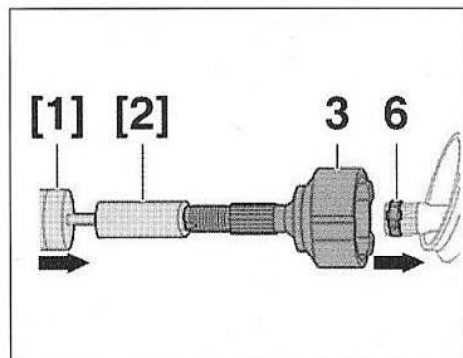

FIG.12
- Le jonc d'arrêt neuf (4).
- Serrer un collier (6) sur le jonc d'arrêt (Fig.12).
- Engager le bol (3) sur l'arbre, à l'aide des outils [1] et [2].
- Déposer le collier (6).